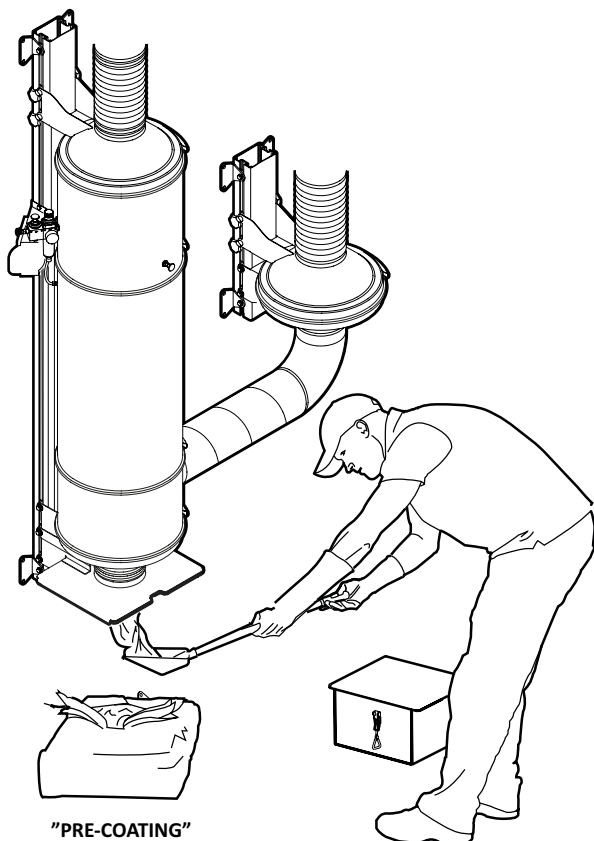

Fig. 8
2. Starta fläkten på max varvtal och sug upp allt stoft. Dosera pulvret i ett jämt flöde så att sughastigheten blir ca: 20 sek/1kg, se **Fig. 8**.